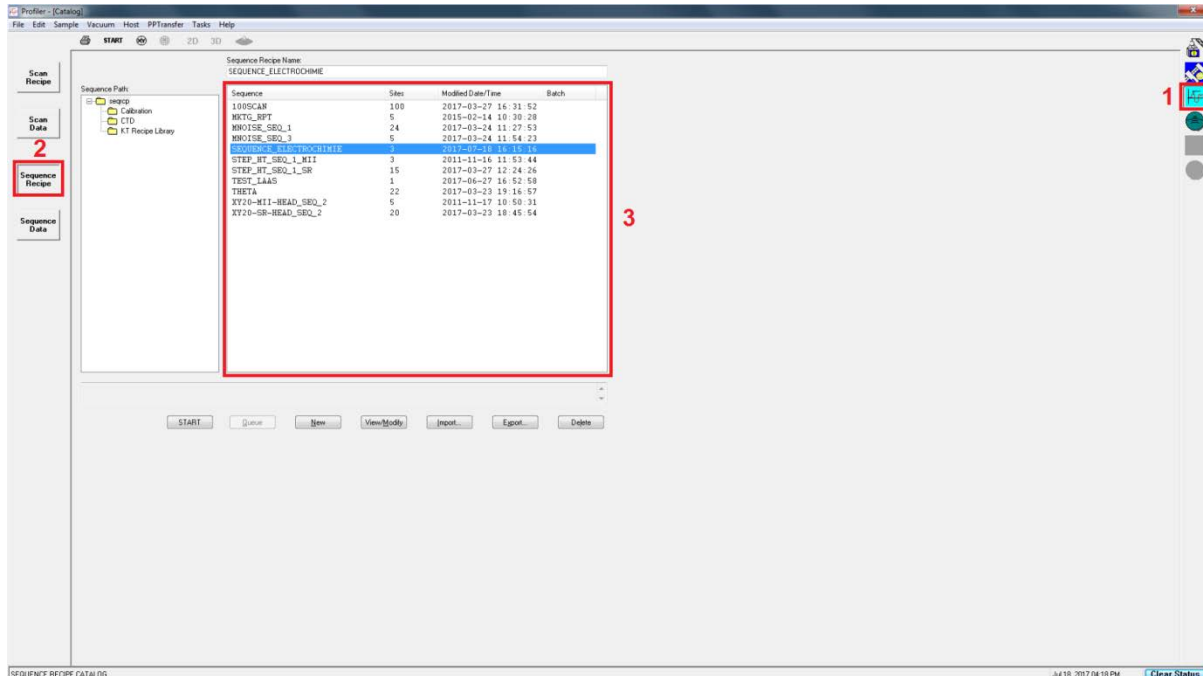

Figure 24 : choix de la séquence
Dans la fenêtre « Catalog » (Figure 24), cliquer sur « Scan » (1) puis sur « Sequence Recipe » (2) et double-cliquer sur la séquence à réaliser (3).